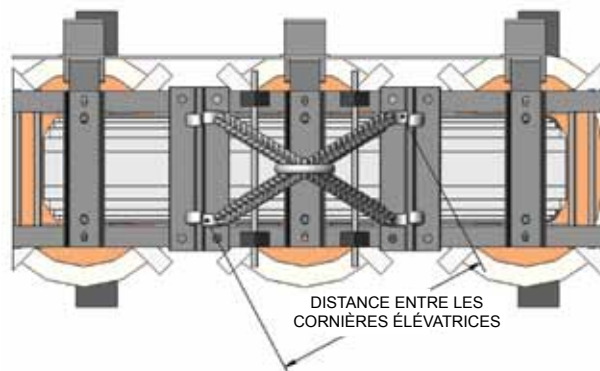

FIGURE 5
- 6) Le sens de traction (ou ligne d'élingue) doit se trouver dans l'alignement du niveau de l'œil des boulons. Si vous levez le transformateur avec une élingue quadruple, alignez les quatre boulons à œil par rapport au centre de l'appareil (voir figure 5). Si vous levez l'appareil avec une élingue double, veillez à ce que les boulons soient